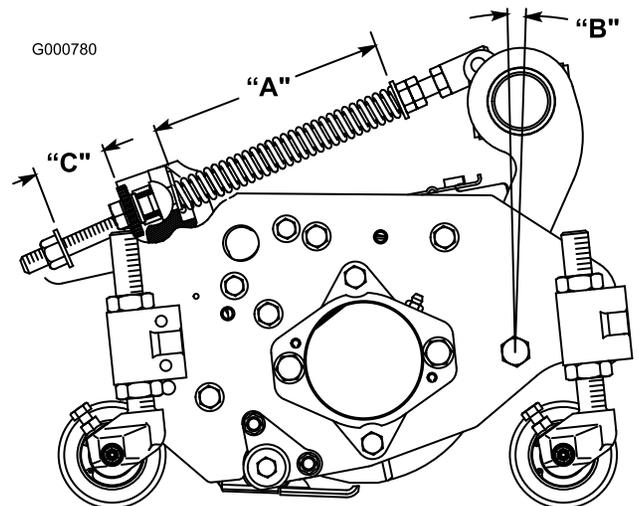

Bild 8
Die Rasenausgleichsfeder (Bild 8), mit der der Trägerrahmen am Mähwerk befestigt ist, steuert den Umfang der möglichen Vorwärts- bzw. Rückwärtsrotation und die Bodenfreiheit beim Transport und Wenden.
1. Ziehen Sie die Sicherungsmutter hinten an der Federstange fest, bis der Abstand (C) zwischen der Federhalterung hinten und der Scheibe vorne 25 mm beträgt (Bild 8).
2. Ziehen Sie die Sechskantmuttern vorne an der Federstange fest, bis die komprimierte Länge (A) der Feder 20,3 cm beträgt (Bild 8).
Länge (A) der Feder auf 21,6 cm und den Abstand (C) zwischen der hinteren Federhalterung und der Vorderseite der Scheibe auf 38 mm erhöhen (Bild 8).